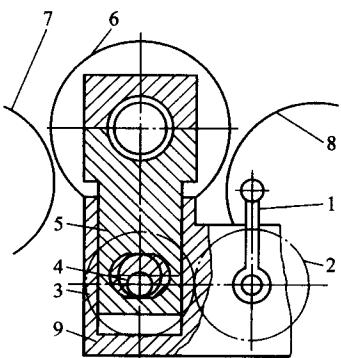

图 1-9 机械式离合压机构
(2) 压印滚筒 大多是一个光面的铸铁滚筒，少数由钢辊制成，其作用是使承印材料与柔性版接触，达到油墨转移的目的。过去一般采用单壁式结构，现代高速印刷机的压印滚筒大多采用双壁式结构，避免压印滚筒的膨胀或收缩，双壁腔内与冷却水循环系统相连接，以调节和控制滚筒体的表面温度，减少温度效应。
(3) 离合压机构 大多数柔性版印刷机的离合压机构的执行机构采用偏心套。离合压机构的传动形式有机械式、液压式和气动式等，一般还配有微调印刷压力的装置。
① 机械式离合压机构。如图 1-9 所示，印版滚筒轴承座 5 安装在托架 9 的内孔里，当扳动离合压手柄 1 时，通过齿轮 2、3 使偏心轴 4 转动，可带动轴承座 5 抬起或落下，使印版滚筒 6 与压印滚筒 7、网纹辊 8 离压或合压。